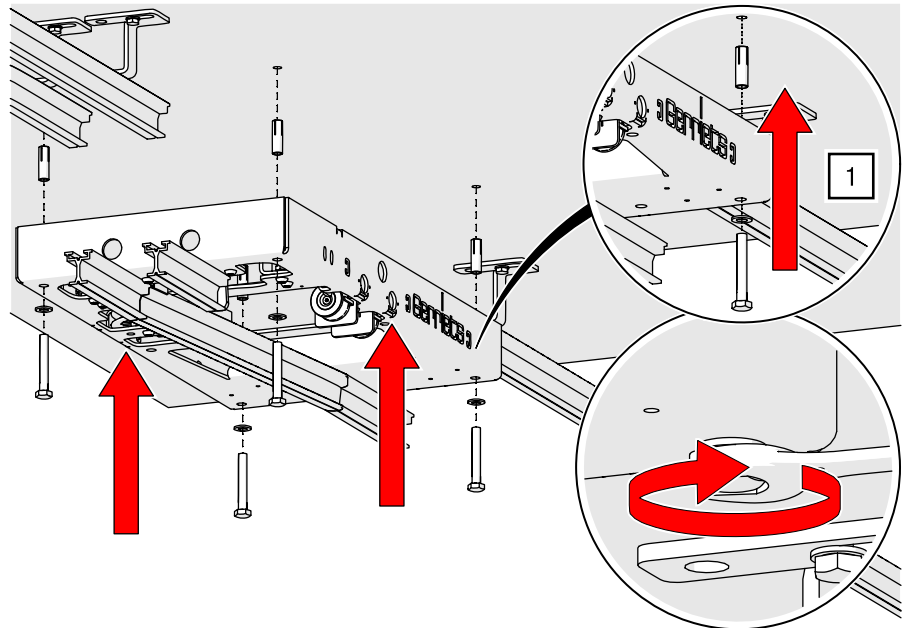

Abb. 132: Fingerweiche – Deckenmontage
1. Verschrauben Sie die Fingerweiche mit dem Untergrund entsprechendem Montagematerial an der Decke (Montage entsprechend Herstellerangaben; Beispiel Beton – siehe Abb. 132).